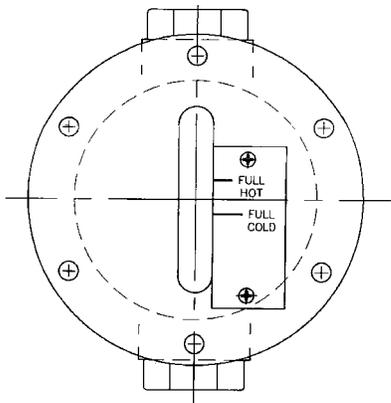

Abbildung 23 Sichtfenster
4. Entfernen Sie den Stecker aus der Füllöffnung der Pumpe und füllen Sie Flüssigkeit bis zur Anzeige FULL HOT (VOLL KALT) im Sichtfenster ein; siehe Abbildung 23. Die Flüssigkeit kann auch über den Pumpeneingang oder die Vorvakuumleitung eingefüllt werden.